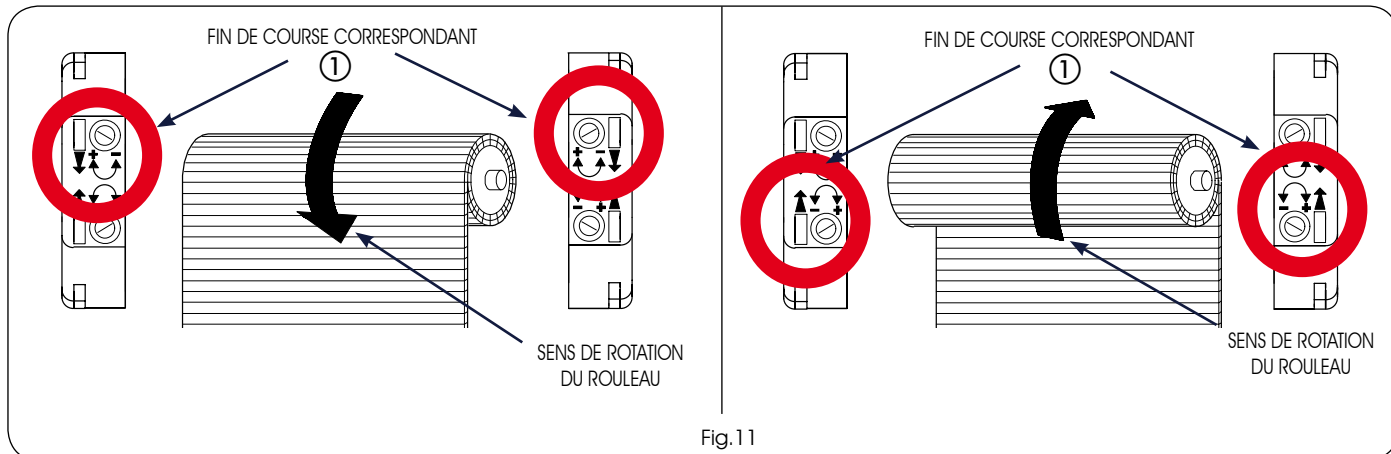

Fig.11
Pour faciliter l'identification des vis de réglage des fins de course, faire référence aux figures 11 - 12 suivant le côté de montage du moteur (DR ou GAU), et à la configuration du caisson (interne ou externe).
2) Avec l'outil de réglage (Fig.1 réf.⑤), tourner la vis du fin de course correspondant au sens de rotation de descente du rouleau (Fig.11 réf.①), vers le signe plus (+) pour augmenter la course du rideau à enroulement, vers le signe moins (-) pour la diminuer.